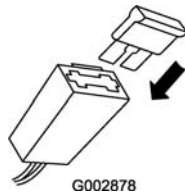

Рисунок 8
- Установите предохранитель в гнездо предохранителя (Рисунок 8).